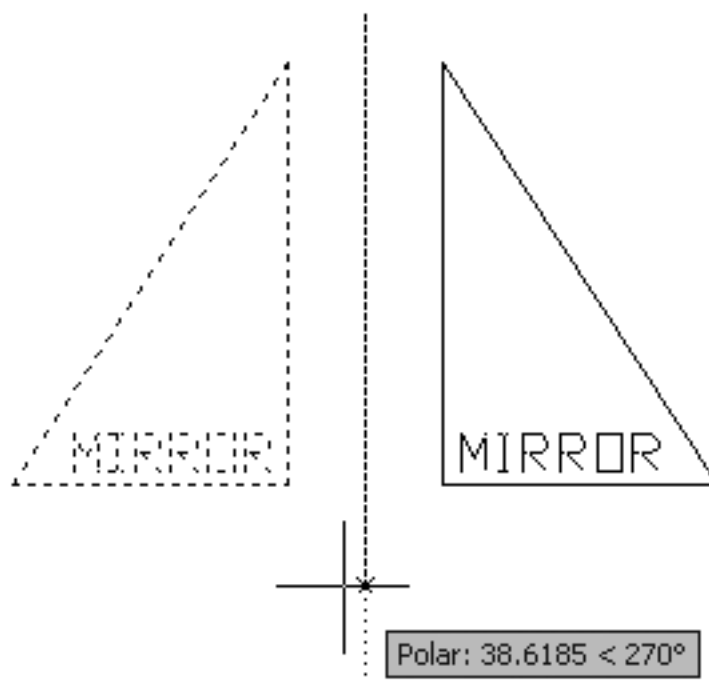

Рис. 6.4. Создание зеркального отражения объекта
6. Выберите вторую точку ниже первой, используя режим помощи **Ortho Mode** (Ортогональный режим) (рис. 6.4). Программа отобразит объект и выдаст запрос: